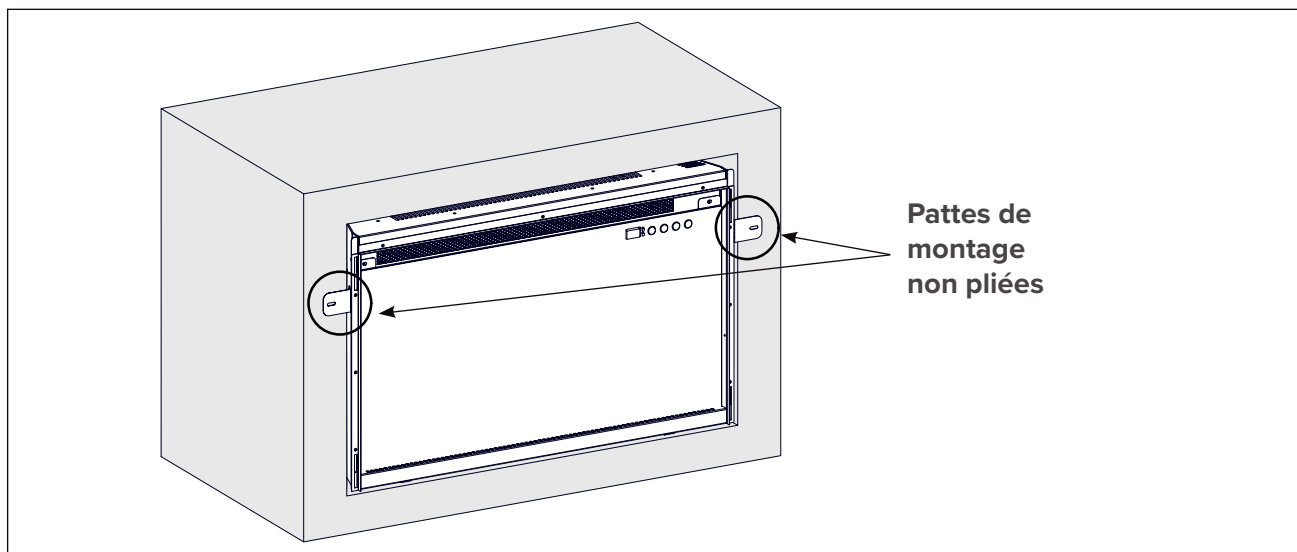

Fig. 2
- a. Une fois l'encastré correctement positionné, fixez l'appareil à la structure du foyer existant à l'aide des languettes de montage à vis situées de chaque côté de l'appareil. Au besoin, ces languettes peuvent être redressées pour permettre l'installation dans des ouvertures plus petites comme illustré (**Fig. 2**).